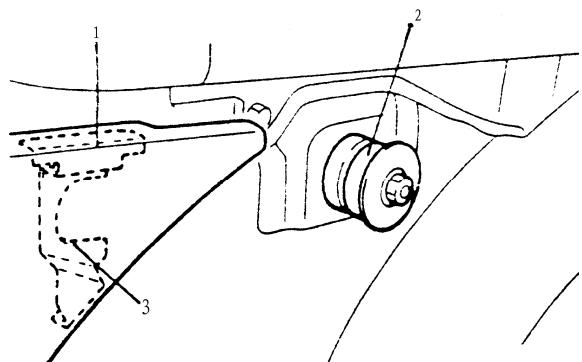

图 12-47 安装前保险杆
(1) 安装垫圈总成/前保险杆总成时，将垫圈总成预装在孔内。如图 12-47 所示，将保